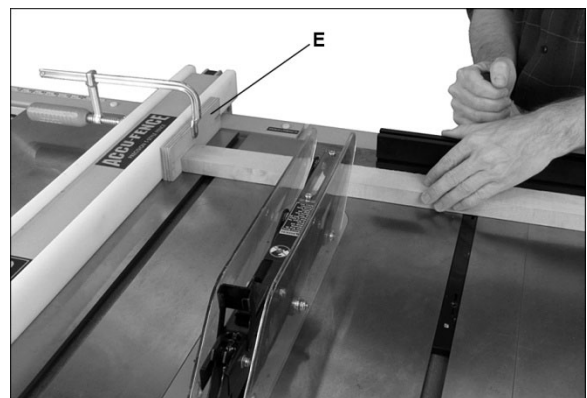

Figure 9-8
- ❑ N'utilisez pas de jauge à onglets et de guide longitudinal dans la même opération, à moins qu'il ne soit prévu d'utiliser un plaque de protection sur le guide pour libérer la section à couper de la pièce à travailler avant le début de la coupe (voir Figure 9-8).
Une coupe transversale ne devrait **jamais** être effectuée à main levée, et le guide ne doit jamais être utilisé comme butée à moins qu'un bloc auxiliaire (E, Figure 9-8) ne soit installé à l'avant de la lame de façon à ce que la pièce coupée se détache du bloc avant le début de la coupe.